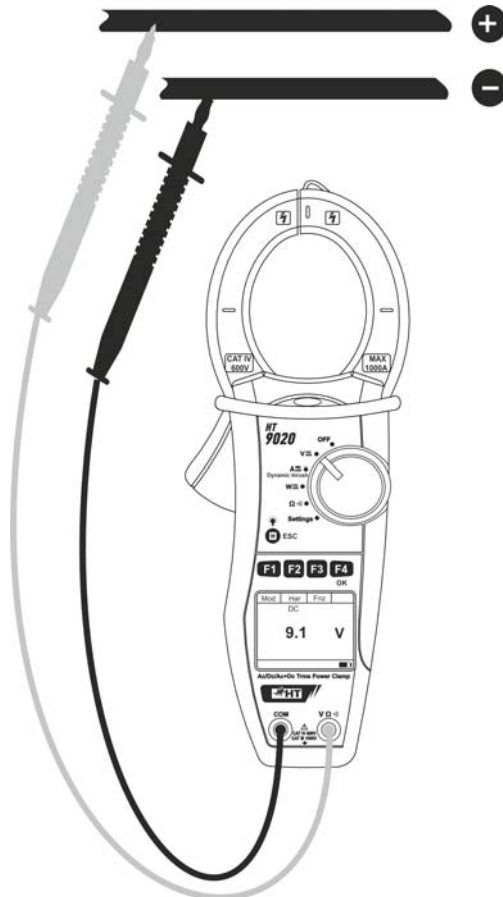

Fig. 5: Medida de Tensión CC
4. Inserte el cable rojo en el terminal de entrada **VΩ** y el cable negro en el terminal de entrada **COM** y posicione las puntas en los puntos deseados del circuito en examen (vea Fig. 5)